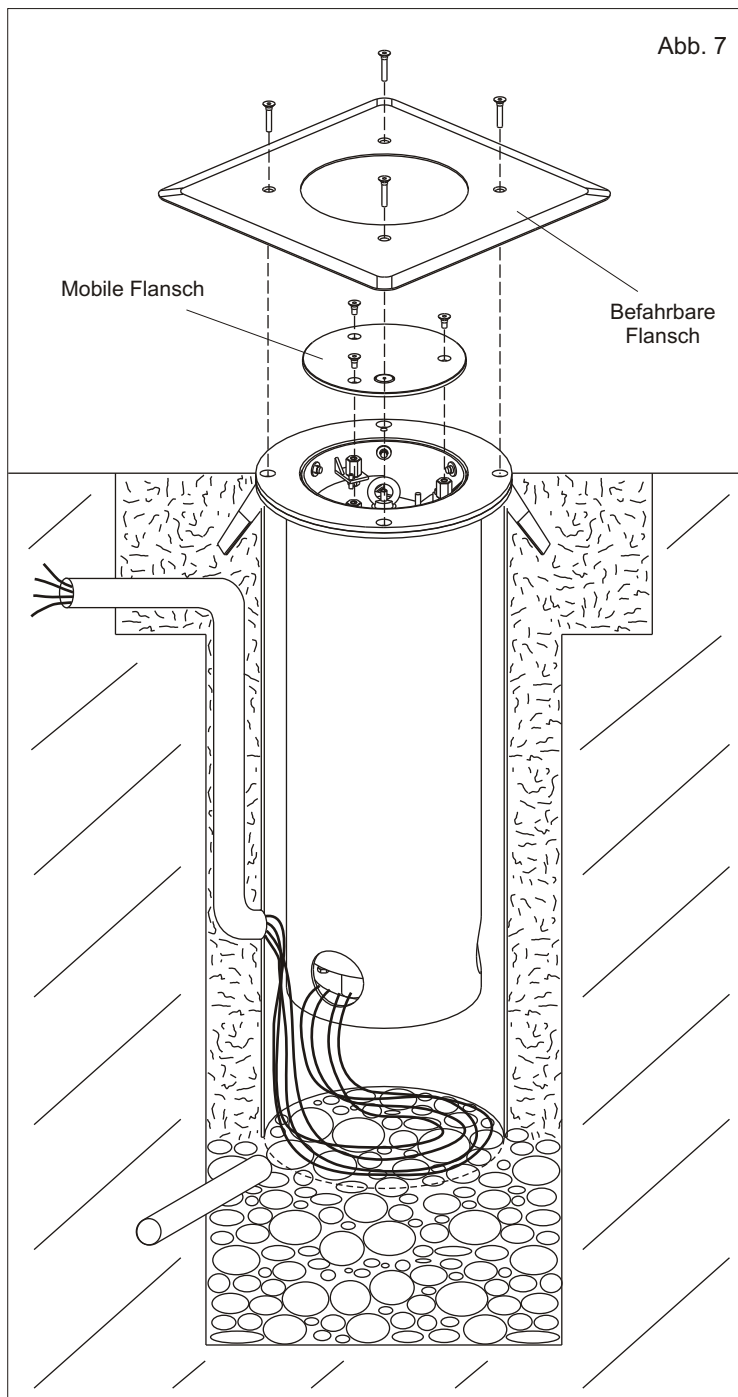

Abb. 7
2.3. Den Poller mit der Grundplatte zum Anschlag bringen und darauf achten, dass auf dem Rohrboden die elektrischen Kabel liegen. (Abb. 7)
2.4. Mit der befahrbaren Flansch und den mitgelieferten 4 Schrauben den Poller an der Grundplatte befestigen (Abb. 7). Danach die mobile Flansch montieren (Abb. 7)